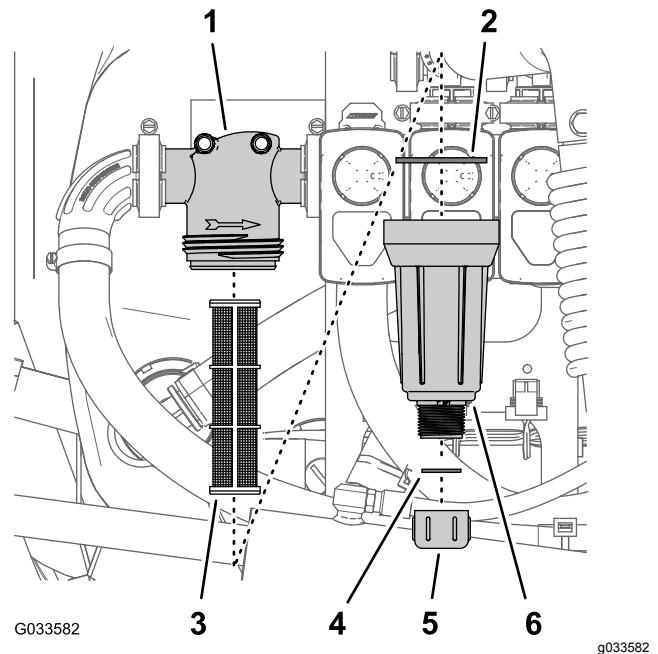

Figura 106
3. Rode a tampa de drenagem no sentido contrário ao dos ponteiros do relógio e retire-a do recipiente do filtro de pressão (Figura 106).
4. Rode o recipiente no sentido contrário ao dos ponteiros do relógio e retire a cabeça do filtro (Figura 106).
5. Retire o elemento do filtro de pressão antigo (Figura 106).
6. Verifique a junta do tampão de drenagem (localizado no interior do recipiente) e junta do recipiente (localizado no interior da cabeça do filtro) e veja se há danos e desgaste (Figura 106).
7. Instale o novo elemento do filtro de pressão na cabeça do filtro (Figura 106).
8. Instale o recipiente na cabeça do filtro apertando à mão (Figura 106).
9. Enrosque a tampa de drenagem na união na parte inferior do recipiente e aperte bem a tampa à mão (Figura 106).
2. Alinhe um recipiente de escoamento debaixo do filtro de pressão (Figura 106).